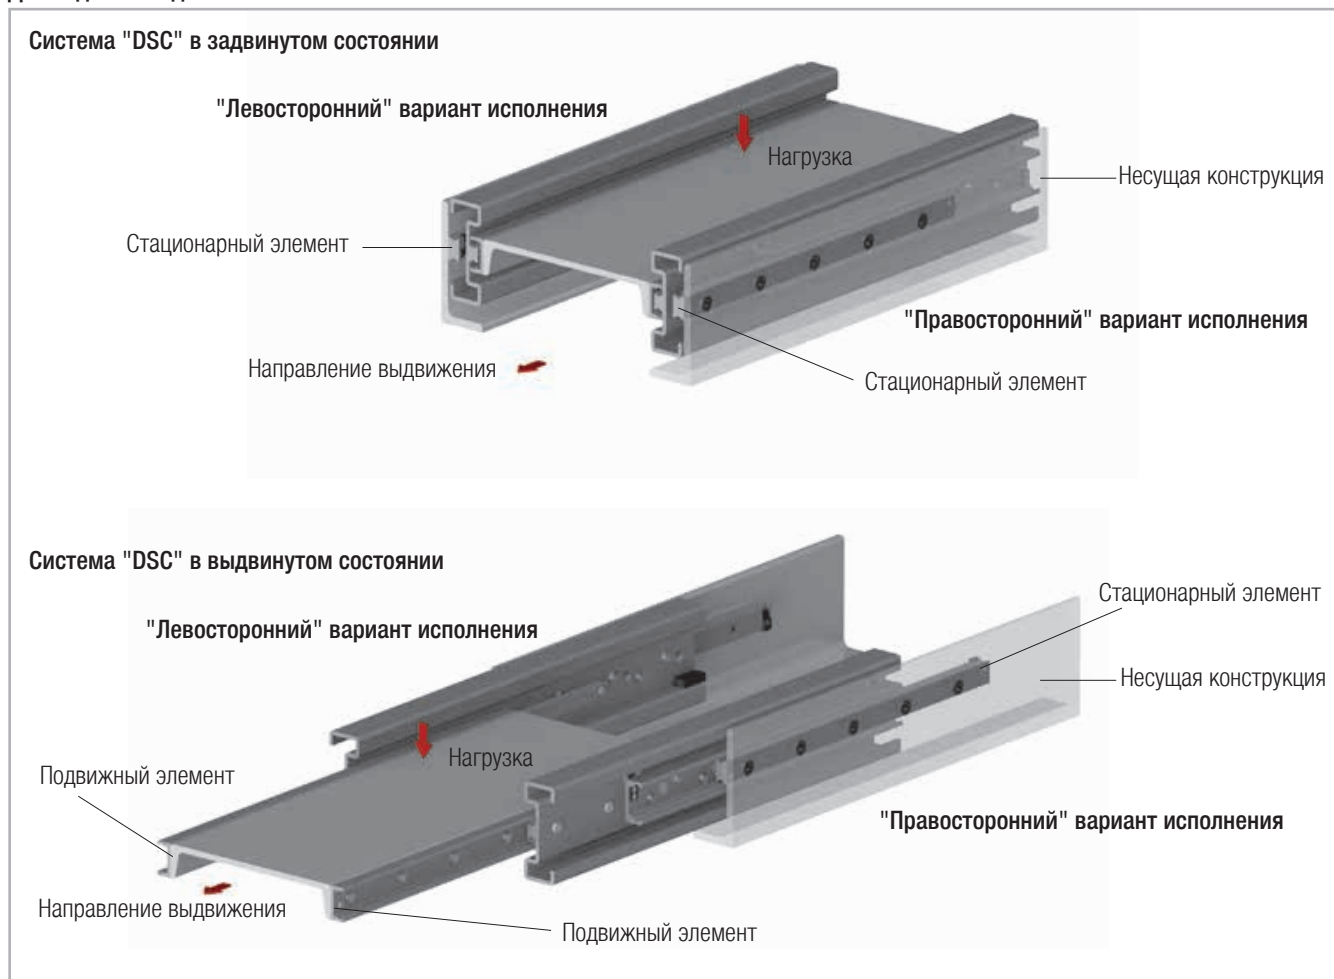

Рис. 76
- При монтаже следить за тем, чтобы нагрузка крепилась к подвижному элементу (см. Рис. 76). В противном случае не будет обеспечена надлежащая работа системы.